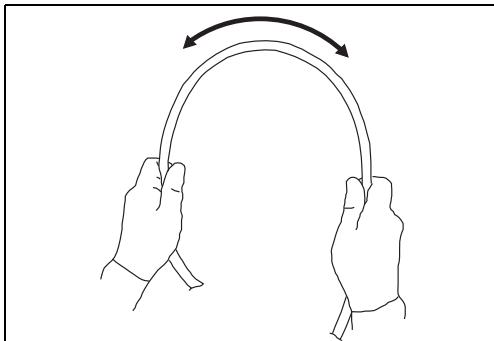

Figure 2.4
- i) Former un arc de cercle avec le tube d'insertion à l'aide des deux mains, comme illustré à la figure 2.4. Faire glisser le tube d'insertion dans le sens de la flèche illustré dans la figure de gauche pour vérifier que la partie insérable peut être pliée facilement et progressivement sur toute sa longueur de manière à former un arc de cercle.